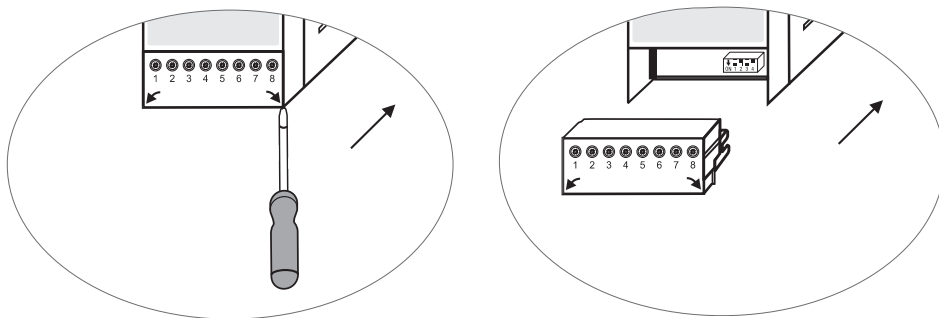

Fig. 22
- Retire las tiras de terminales superiores e inferiores (Fig. 22)